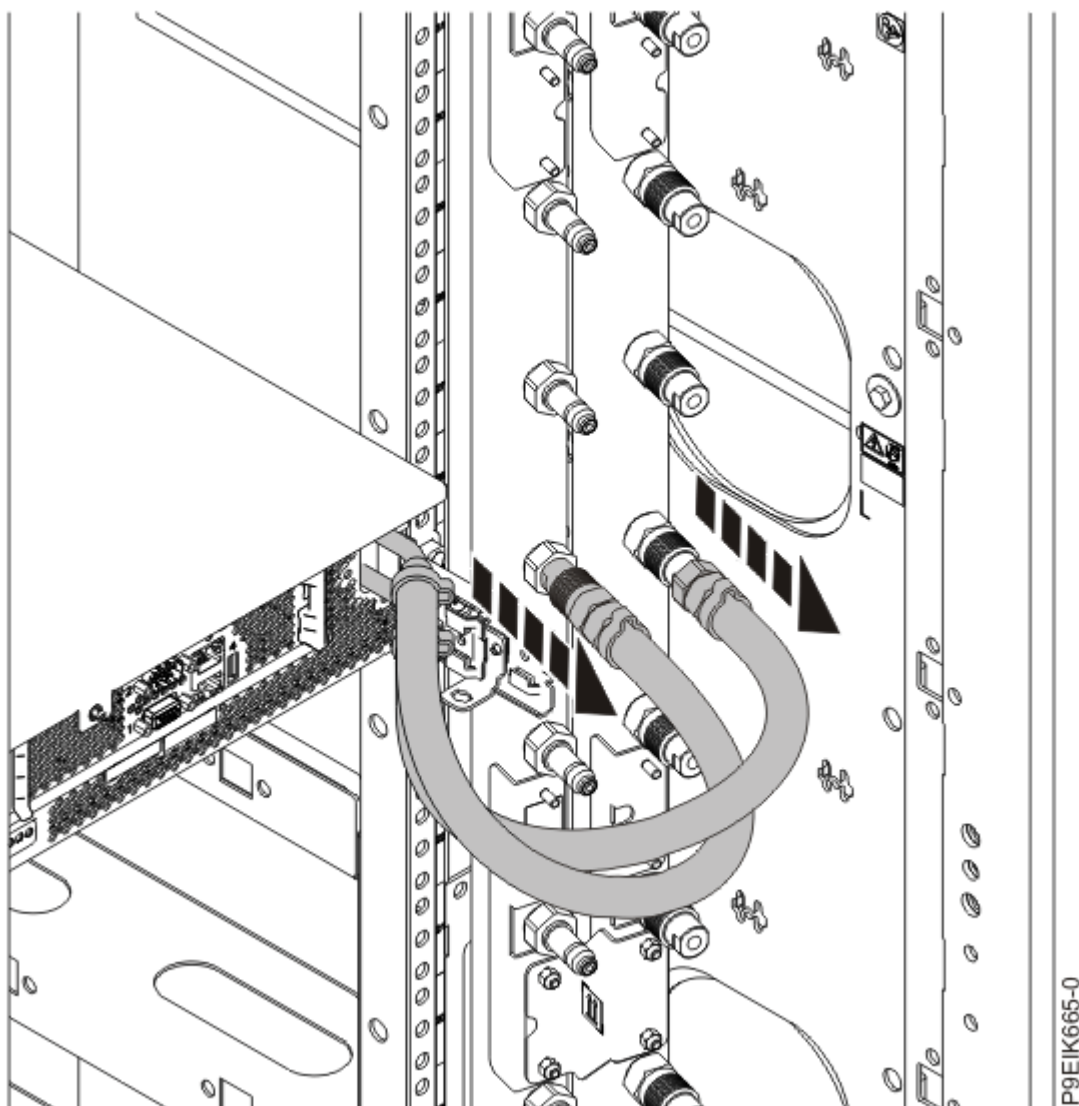

Figura 44. Desconectando as mangueiras de água
2. Para um sistema resfriado por água, identifique e desconecte as mangueiras de água no tubo de distribuição. Puxe o acoplamento na sua direção para desconectar as mangueiras de água, como mostrado na Figura 44 na página 87.